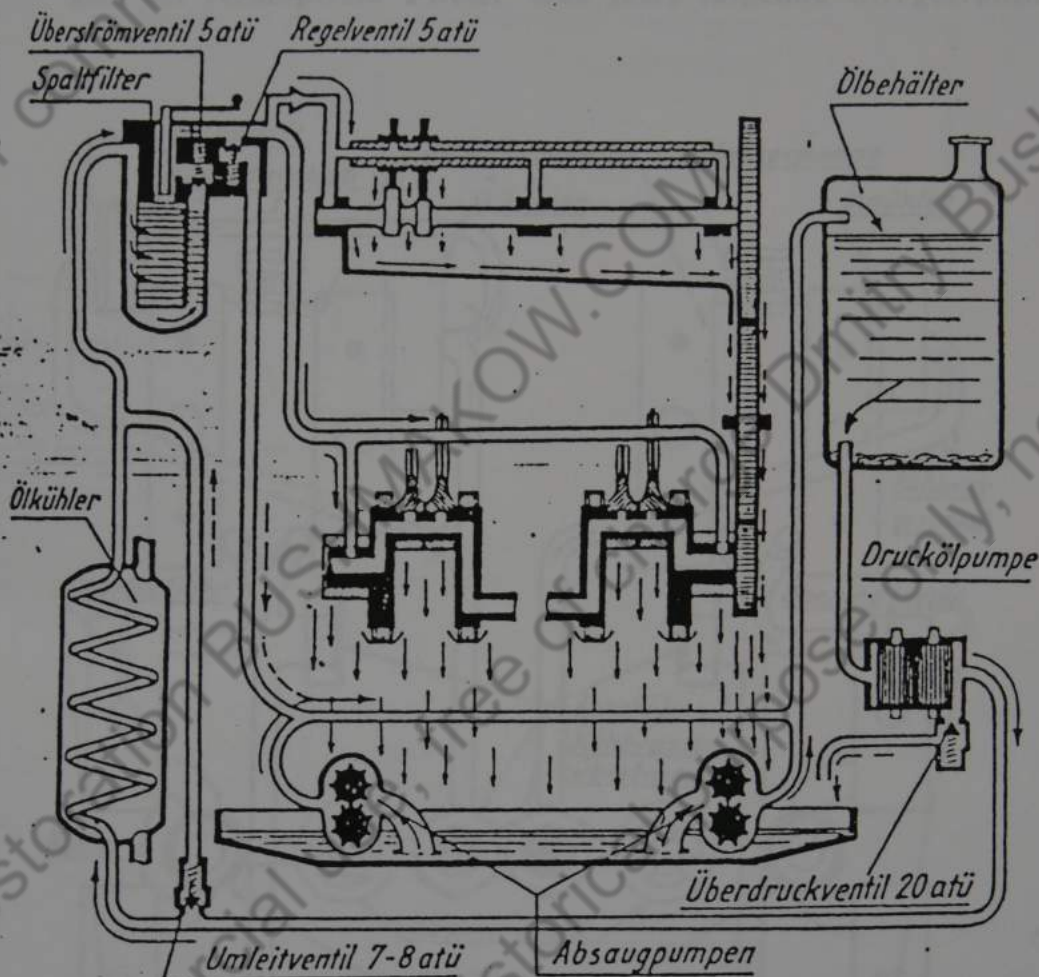

Bild 9 Trockensumpfschmierung
Zur Verringerung der Bauhöhe und mit Rücksicht auf mögliche Schräglagen des Panzerjäger Tiger (P) ist die Schmieranlage als Trockensumpfschmierung ausgebildet, Bild 9. Eine Druckölpumpe, die gemeinsam mit den beiden Absaugpumpen über ein Stirnrad und eine Antriebswelle angetrieben werden, drückt das Öl aus dem rechts neben dem Motor gelagerten Ölbehälter